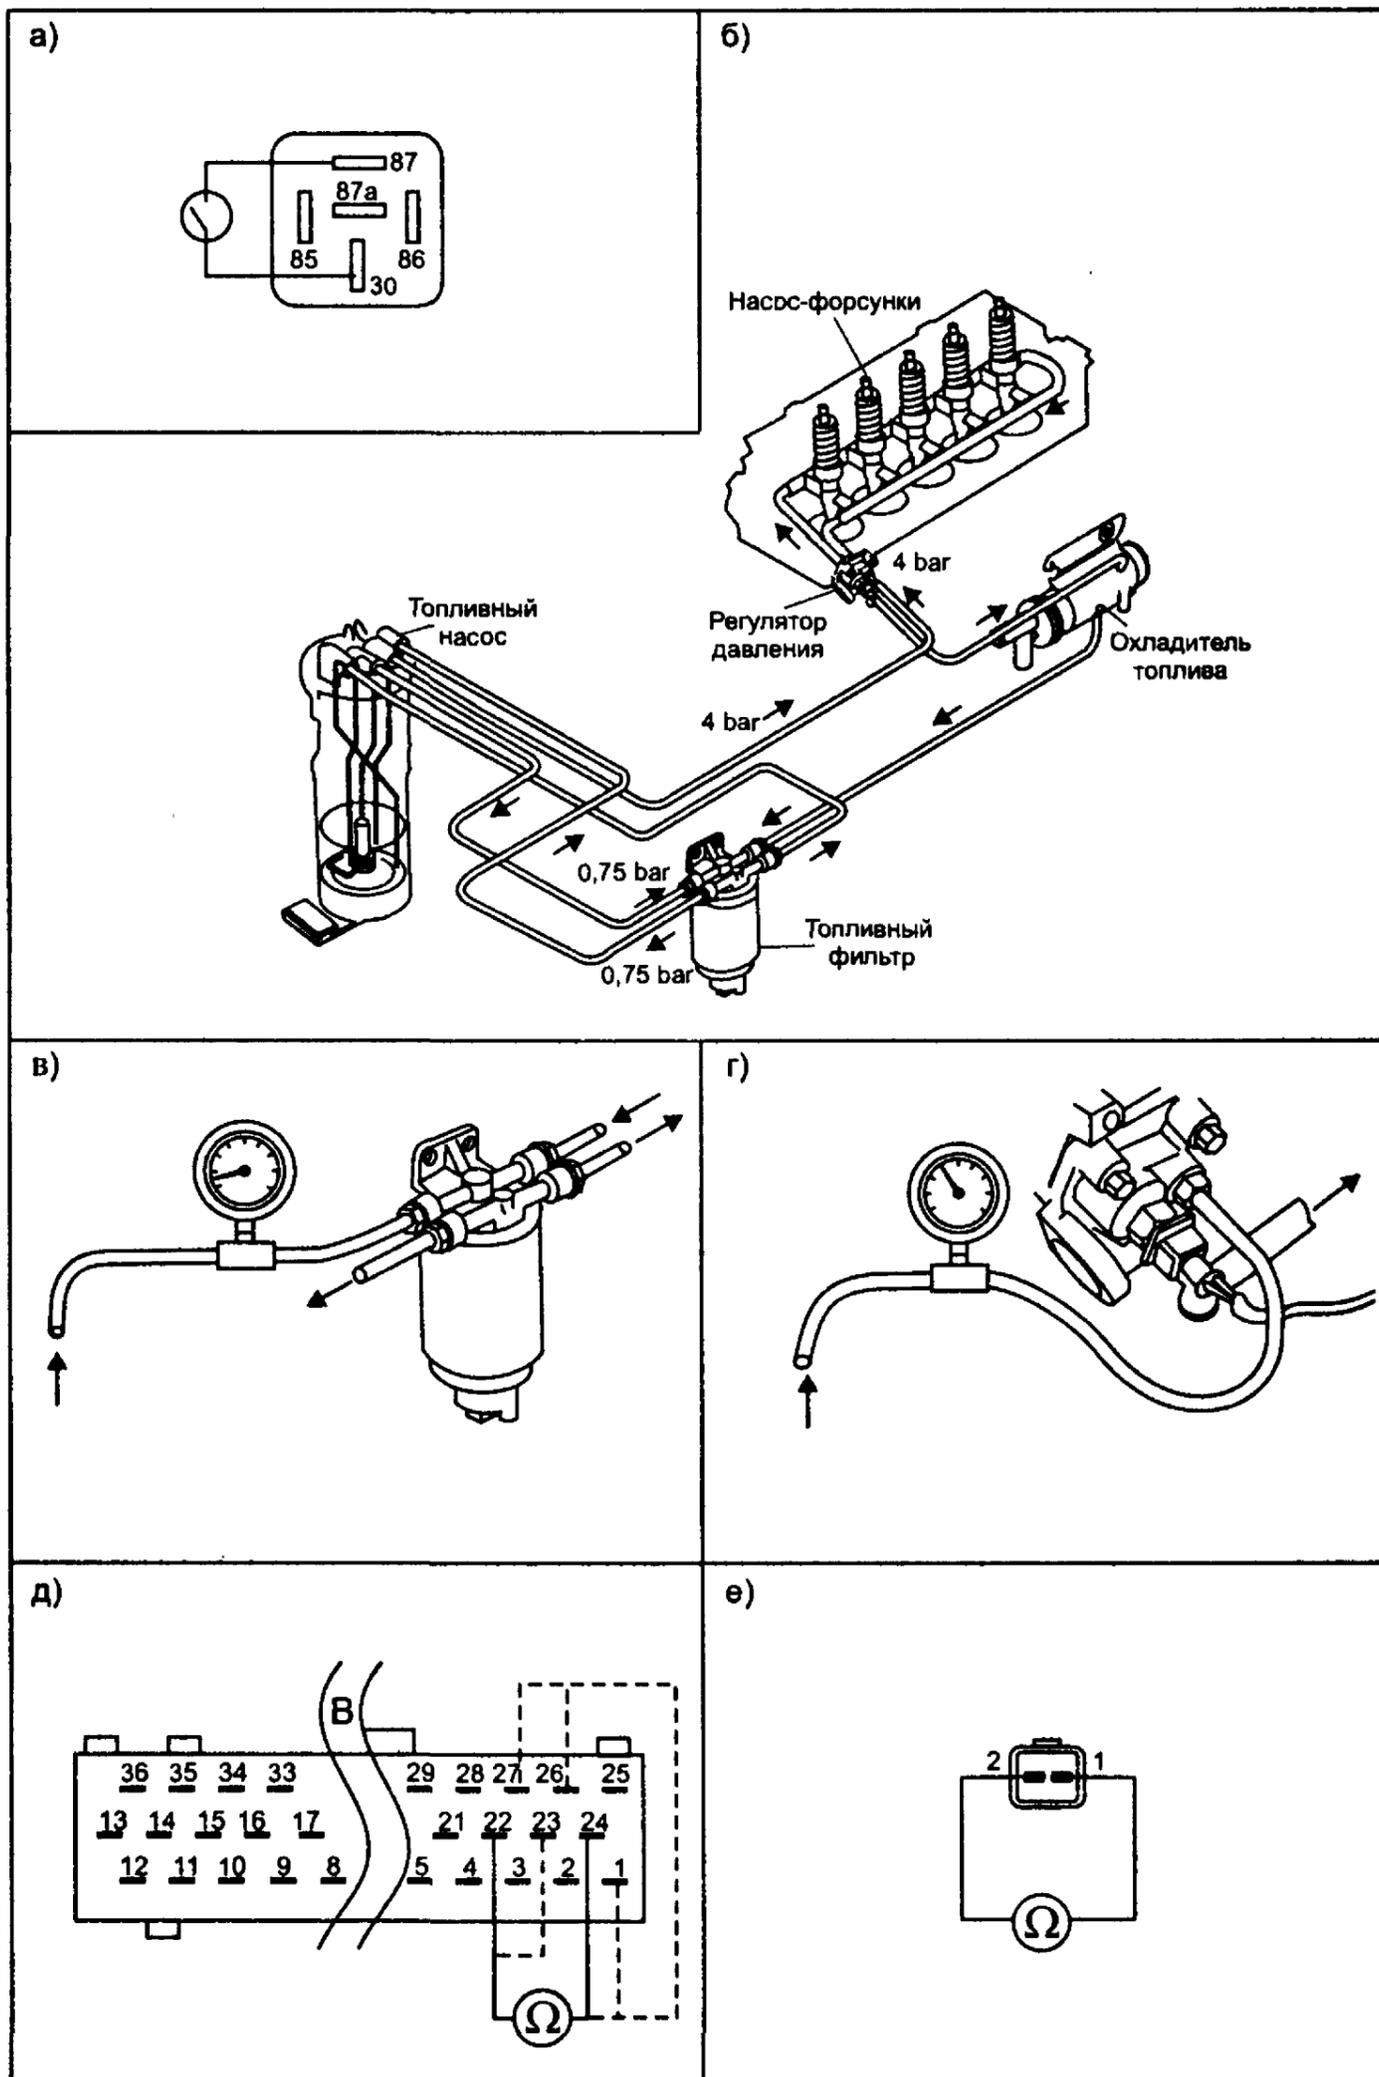

Рис. 1.8.5. Проверка компонентов топливной системы
- собирают диагностическую схему (см. рис. 1.8.5а — реле K20 извлечено из колодки) и проверяют наличие 12 В на контактах 1 и 4 разъема FTP насоса при включенном зажигании и сервисном выключателе. Если питания нет, проверяют предохранители F10, F13, реле K20, K46, клапан IFS, замок зажигания, соответствующие соединения и при необходимости возвращаются к проверке ЕСМ. Если питание есть — заменяют неисправный насос FTP.
Для проверки давления в топливной системе необходимо при включенном зажигании с помощью манометра произвести измерения в контуре низкого давления (см. рис. 1.8.5б, 1.8.5в) и в контуре высокого давления (см. рис. 1.8.5б, 1.8.5г). При несоответствии давления контрольным значениям (см. табл. 1.8.2) насос заменяют, если топливная система герметична.
- отключают разъем ЕСМ от жгута и измеряют сопротивление обмоток форсунок, его величина должна быть около 1 Ом (см. рис. 1.8.5д, схему на рис. 1.8.1 и табл. 1.8.3), если нет — форсунки заменяют;